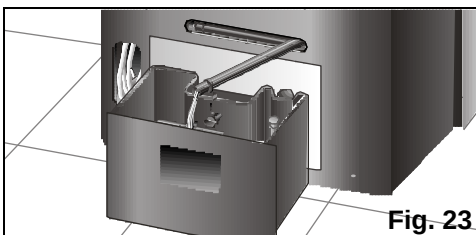

Fig. 23
- ❑ Antes, esvaziar a água de condensação que se encontra no depósito interno, retirando do seu alojamento o tubo de evacuação de água e desmontando o tampão, **Fig. 23**, para evacuar a água que se formou. Para isso deverá colocar um recipiente (ou o depósito extraível do equipamento) na saída do tubo de evacuação de água para apanhar a água condensada ou dirigir esse tubo para um escoamento próximo. Depois de ter esvaziado o depósito, não se esqueça de colocar o tampão e o tubo no seu alojamento.